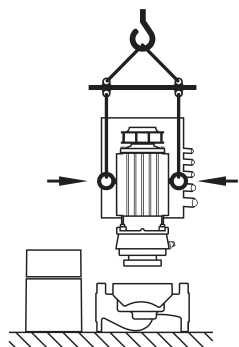

Fig. 25: Įstatomojo modulio transportavimas
- Jei transportavimo ąsos perkeliama ar perkelta nuo variklio flanšo ir sumontuota ar montuojama prie variklio korpuso, jos skirtos tik įstatomojo modulio nešimui arba transportavimui (Fig. 25), o ne viso siurblio transportavimui, taip pat ne įstatomojo modulio atskyrimui nuo siurblio korpuso (prieš tai būtina išmontuoti, o vėliau sumontuoti tarpiklius).